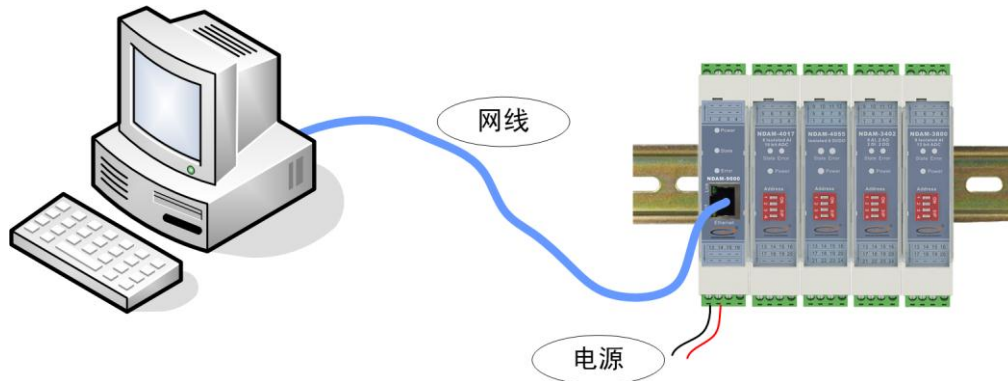

图 4.1 NDAM-3412 测试接线示意图
- 1) 将 PC 机、NDAM-9000 和 NDAM-3412 模块按照如图 4.1 所示进行连接；